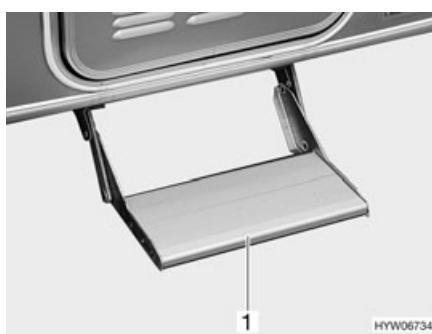

Fig. 19 Scalino di ingresso (estrauto)
- Afferrare dal basso lo scalino di ingresso (Fig. 19,1) ed estrarlo finché non si innesta.
- Afferrare dal basso lo scalino di ingresso (Fig. 19,1) e sollevarlo leggermente.